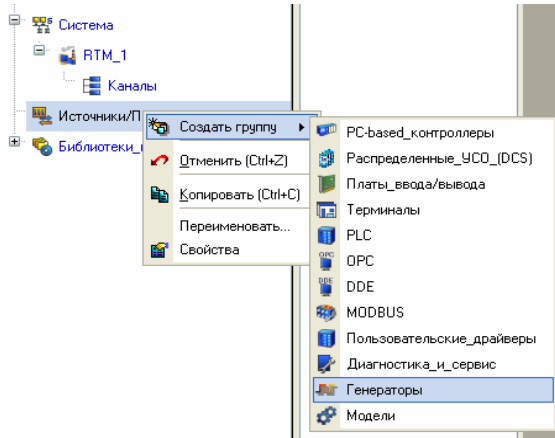

Рисунок 2.14 – Вибір генератора
- виділити ЛК аргумент **Параметр** і за допомогою ікони  і створити канал класу **Float** типу **Input** з ім'ям **Параметр** (рис.2.14):